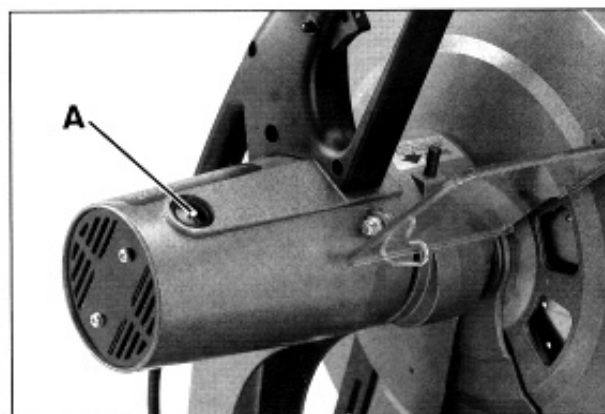

Abb.20
Les porte-balais (A), Fig. 20, se trouvent sur le carter de moteur et sont opposés l'un à l'autre. La Fig. 21 montre comment on enlève un des balais pour contrôle. Lorsqu'un charbon est inférieur à 7 mm sur un balai ou que le ressort ou le fil de connexion est endommagé ou grillé d'une façon quelconque, remplacer les deux balais. Si les balais semblent encore aptes à fonctionner, les remonter dans la position identique à celle dans laquelle ils se trouvaient.